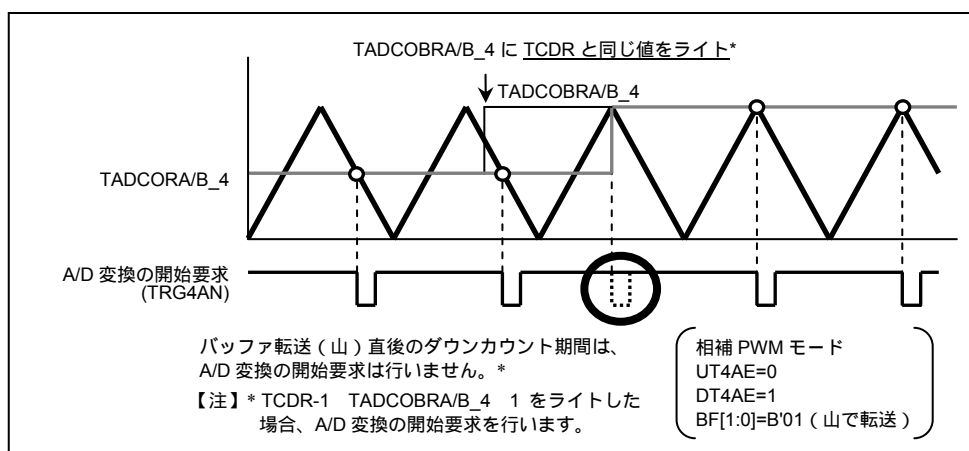

図 2.2 TADCOBRA/B\_4 に TCDR と同じ値をライトした時の A/D 変換の開始要求
- TADCOBRA/B\_4 に TCDR と同じ値、かつ、TADCR の DT4AE、DT4BE ビットに 1 を設定して、TCNT\_4 の山でパッファ転送した時、転送直後のダウンカウント期間については A/D 変換の開始要求を行いません (図 2.2)。